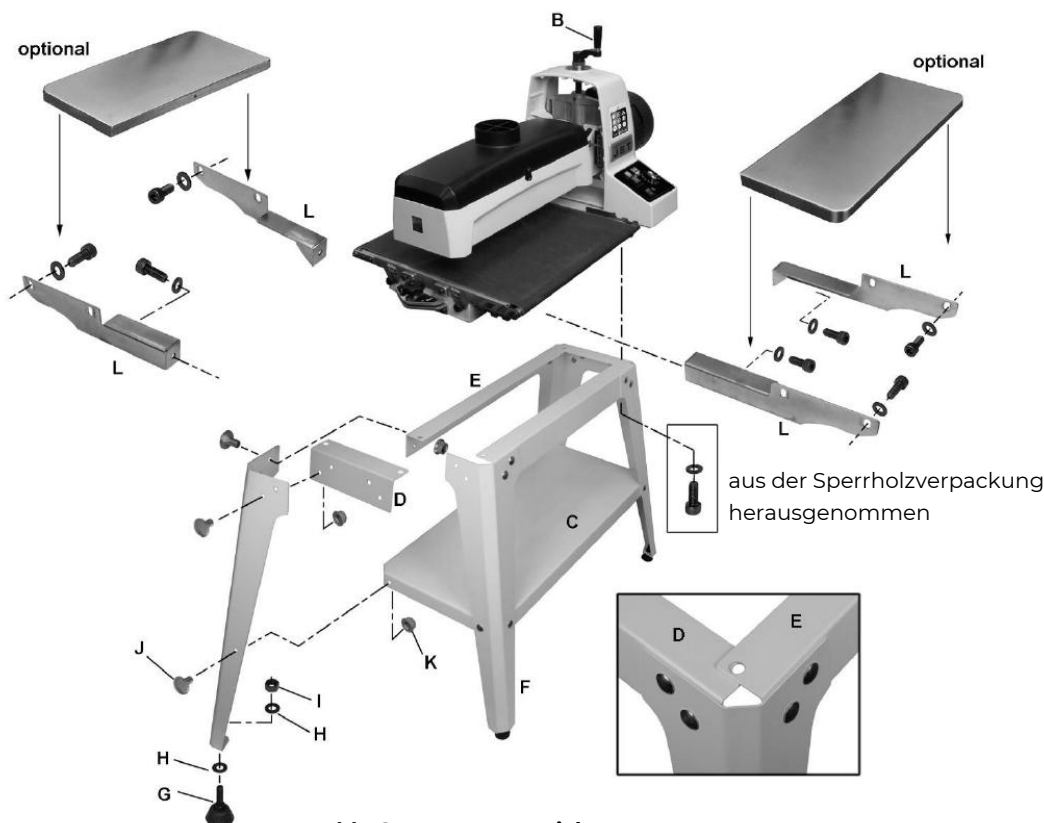

Abb. 6-3: Montagezeichnung
(Siehe die Abb. 6-3. Ist eine weitere Klarstellung erforderlich, den Abschnitt mit der Aufschlüsselung und Erläuterung der Komponenten und Bauteile am Ende dieses Handbuchs lesen.)
HINWEIS: Der Flansch der langen Schiene überlappt sich mit dem Flansch der kurzen Schiene. Siehe das Einsatzbild, Abb. 6-3.
1. Die Zustelltisch- und Auslauftisch-Halter (L, Abb. 6-3) mithilfe von M8x16-Innensechskantschrauben und flachen Unterlegscheiben in den Gewindebohrungen des Sockels anbringen. Sicherstellen, dass der linke Halter und der rechte Halter wie in der Abbildung gezeigt korrekt ausgerichtet sind. Die Halter müssen bündig am Sockel ausgerichtet sein.